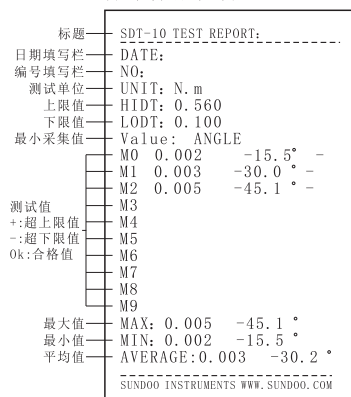

图 9
- 2、当通讯方式设定为“打印报表”时，按下“ ”键，液晶屏闪烁显示“打印报表”，打印出仪器储存的10组数据及分析报告，打印样张如图9所示。